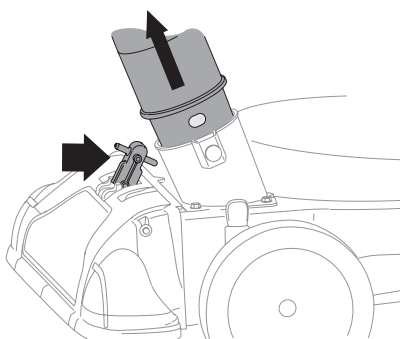

Figure 12
1. Placez le levier de sélection de mode d'aspiration à la position la plus proche du boyau pour aspirer par la buse. Voir Figure 12.
2. Avant d'utiliser la buse d'aspiration, assurez-vous que la goupille à ressort est insérée dans le premier trou (le plus proche de l'extrémité du boyau) du raccord. Voir Figure 12.